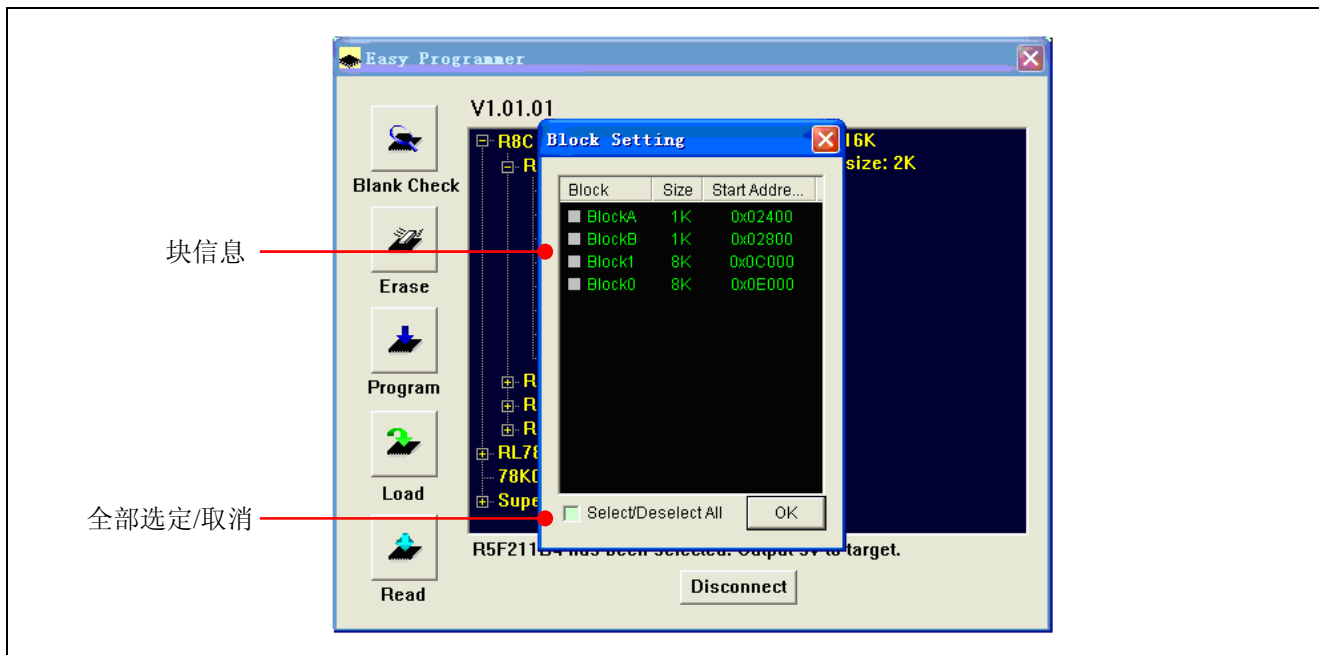

图 2.20 块信息对话框
1) 单击“Erase”按钮，将弹出如图 2.20 所示的对话框。在此对话框中，可以选择所有块的操作，或者选择操作某一些指定的块。